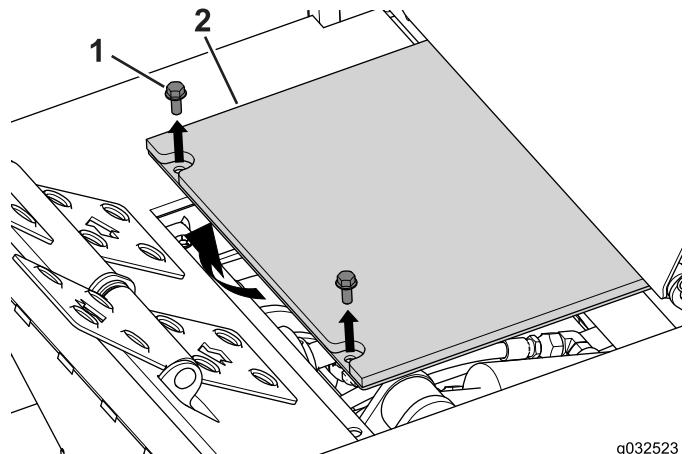

Рисунок 78
- Для доступа к месту подсоединения механизма отбора мощности (PTO) выверните два болта, которые крепят деку оператора к машине (Рисунок 78)
- Прикрепите деку оператора к зимней раме с помощью двух болтов (5/16 x  $\frac{3}{4}$  дюйма), снятых ранее (Рисунок 78).